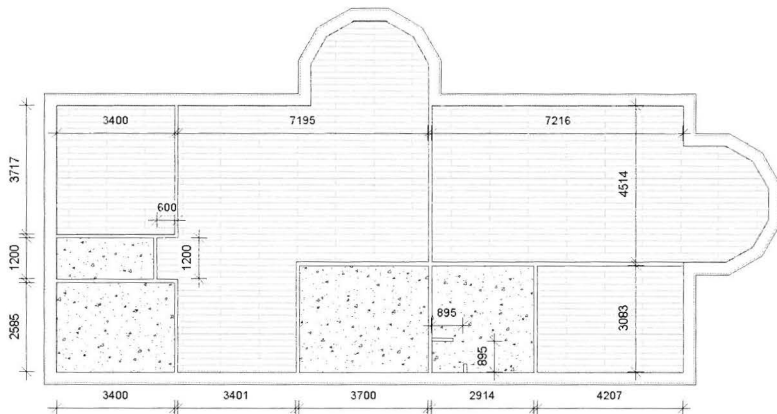

Fig. 07.22. Skraveringen for trægulv et nu synligt.
- Plantegningen skulle gerne se ud som på Fig. 07.22.